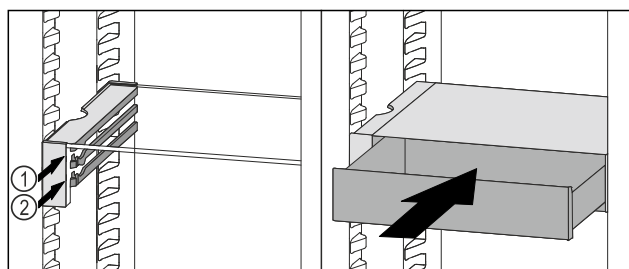

Fig. 207
- Встановити висувний ящик VarioSafe за стопорами на потрібне ребро Fig. 207 (1) або Fig. 207 (2).